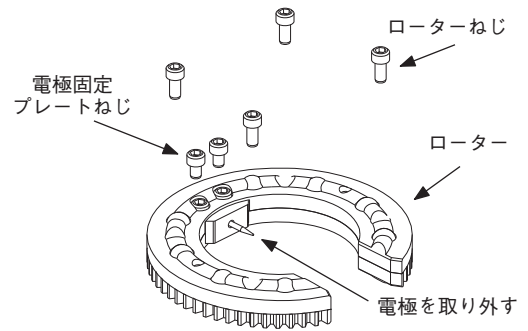

図 38：ローターおよび電極固定プレートねじを取り外す
1. ローターねじおよび電極固定プレートねじをローターから取り外します。電極をセラミック・インサートから取り外します。図 38 をご参照ください。